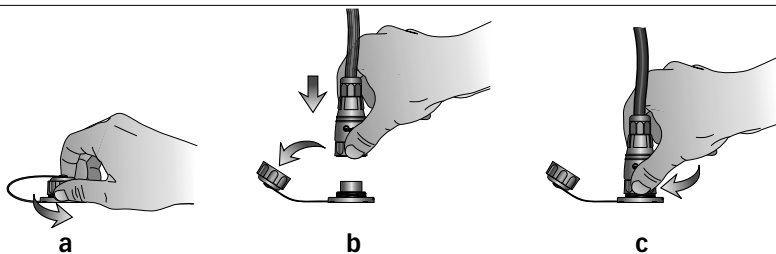

FIG.4
**DÉBRANCHEMENT DE LA FICHE DE LA PRISE** (fig.4)
**UNTERBRECHUNG DER VERBINDUNG VON STECKER UND STECKDOSE (Abb.4)** **A)** Den Ring des Steckers gegen den Uhrzeigersinn drehen und komplett abschrauben. **B)** Stecker herausziehen. **C)** Die Steckdose mit der Kappe verschließen; dazu den Ring im Uhrzeigersinn drehen.
**DESCONEXIÓN DEL PASADOR A LA TOMA DE CORRIENTE (fig.4)**